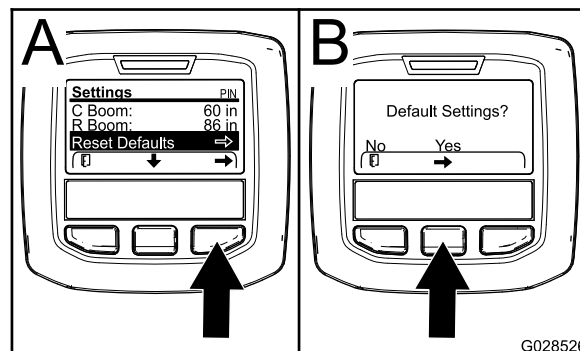

Рисунок 74
- Нажмите среднюю кнопку выбора, чтобы перейти к Reset Default (Сброс на настройки по умолчанию) (Рисунок 74).
- На странице Default Settings (Настройки по умолчанию) нажмите левую кнопку выбора, чтобы выбрать NO (НЕТ) или правую кнопку выбора, чтобы выбрать YES (ДА) (Рисунок 74).